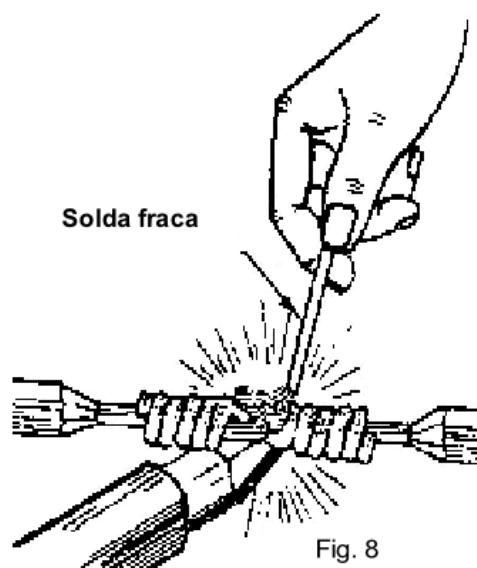

Fig. 8
a) Apóie o soldador bem quente, limpo e com a ponta bem estanhada na parte inferior da emenda, aplicando ao mesmo tempo o desoxidante sobre a mesma.(Fig.8).